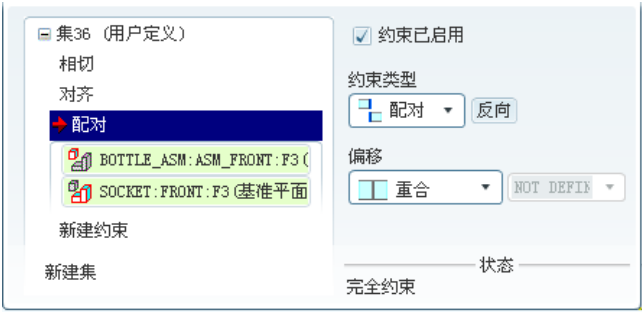

图 12.5.38 “配对”约束参照
- (3) 定义平面“配对”约束。平面  配对 约束的参照如图 12.5.38 所示。
- (4) 单击操控板中的  按钮。